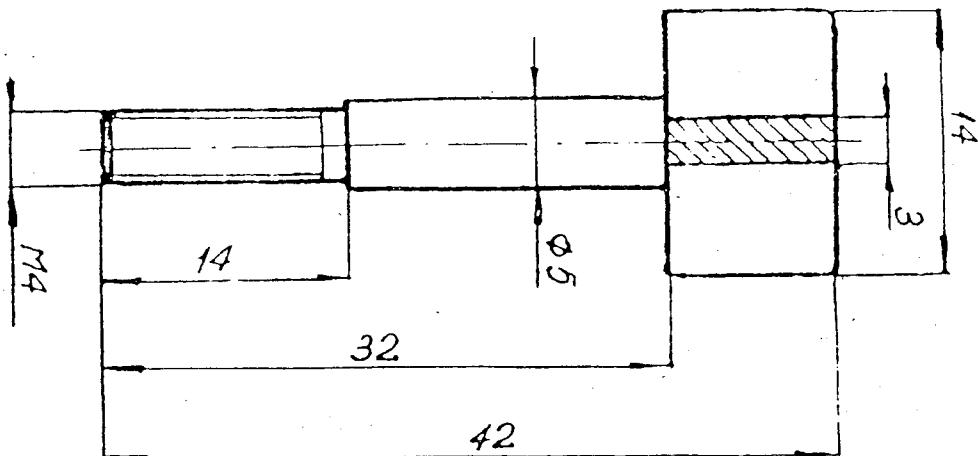

Рис. 6.25. Съёмник I6.08.0450
- звернуть съёмники 16.08.0450 (рис. 6.25.) в два отверстия треугольного фланца штуцера с форсункой 16.43.0320 и одновременно заворачивать их по часовой стрелке;